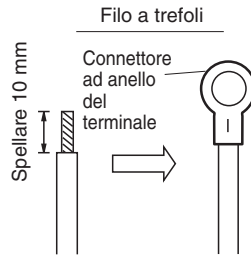
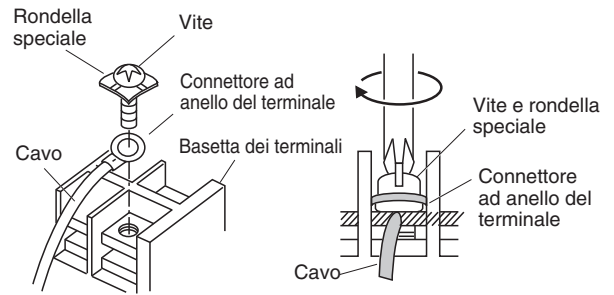

Fig. 4-7
Fig. 4-8
- (1) Asportare circa 10 mm di guaina isolante dall'estremità del cavo per esporne i fili, i quali andranno quindi attorcigliati. (Fig. 4-7)
- (2) Con un cacciavite a croce rimuovere la o le viti dalla basetta dei terminali.
- (3) Con una pinza o altro attrezzo adeguato fissare bene l'estremità spellata del cavo al connettore ad anello del terminale.
- (4) Applicare il connettore a occhiello al terminale corrispondente e serrarne bene la vite. (Fig. 4-8)